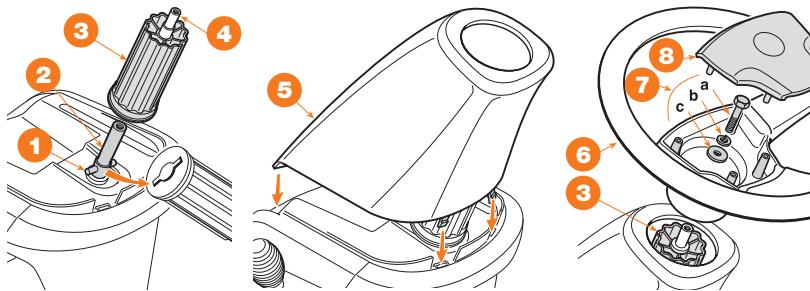

Рис. 5
- Установить втулку 3 на рулевую колонку 2, стараясь, чтобы штифт 1 был правильно вставлен в гнездо втулки (Рис. 5).